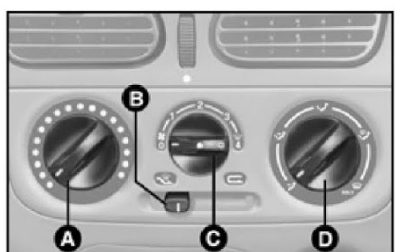

fig. 28
- 4) Ligar o ar-condicionado apertando o seletor C-fig. 28.
COMANDOS fig. 28
O ar-condicionado é muito útil para acelerar o desembaçamento, pois desumidifica o ar. É suficiente regular os comandos para a função de desembaçamento e ativar o condicionador, apertando o seletor C-fig. 28.
- 1) Condicionador de ar ligado: seletor C-fig. 28.
- 1) Seletor para a temperatura do ar A-fig. 28 totalmente posicionado à esquerda.
- 2) Seletor do ventilador C-fig. 28 posicionado na velocidade máxima.
- 3) Seletor de distribuição do ar D-fig. 28 apontado para ; controlar para que todas as saídas de ar estejam totalmente abertas.